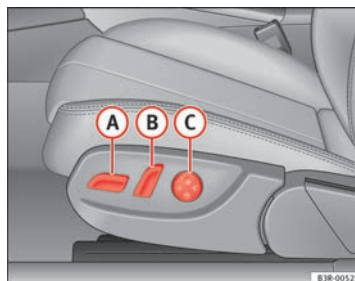
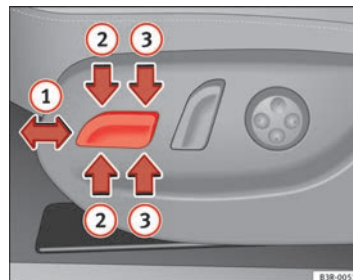

Fig. 105 Asiento delantero: Mandos para el ajuste
Fig. 106 Asiento delantero: Mandos para el ajuste de los asientos
- Desplace el mando (A) ⇒ fig. 105 hacia adelante o hacia atrás (1) ⇒ fig. 106 ⇒ △.